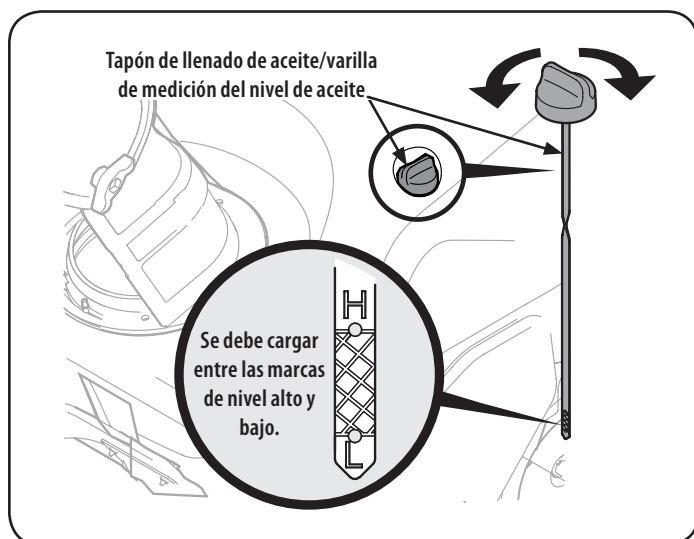

Figura 11
2. Retire el tapón de llenado/varilla de medición de aceite y limpie bien la varilla. Vea la Figura 11.
4. Saque el tapón / la varilla de medición de aceite. Poco a poco agregue el aceite en el depósito hasta que el nivel de aceite se registra entre la alta (H) y baja (L), Figura 11.